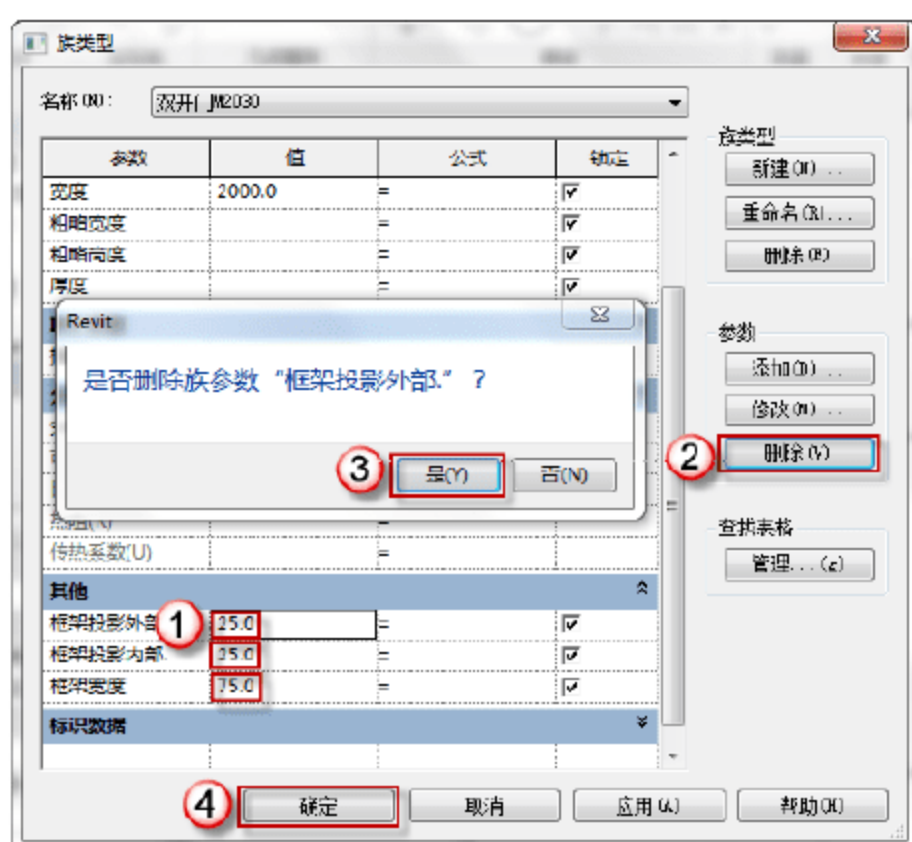

图 6.2.6 删除多余参数
(5) 删除多余参数。继续在“族类型”对话框中，单击“其他”标签下的“框架投影外部”参数，单击对话框右侧“参数”下的“删除”按钮，弹出对话框，单击“是”按钮。重复上述步骤，将“框架投影内部”和“框架宽度”两个无效参数删除。最后单击“确定”按钮，结束“族类型”编辑，如图 6.2.6 所示。